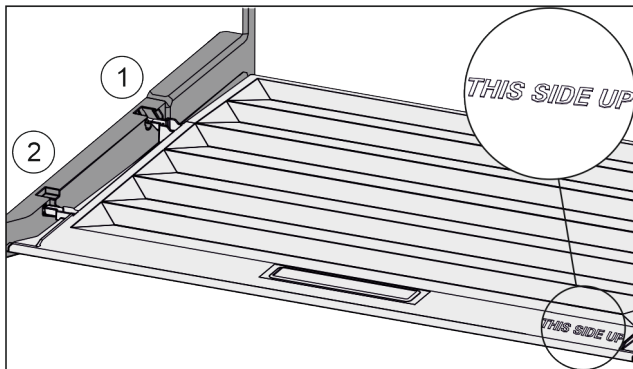

Fig. 30
- ▶ Inserire le nervature del coperchio attraverso l'apertura del supporto posteriore Fig. 30 (1) e innestare anteriormente nel supporto Fig. 30 (2).